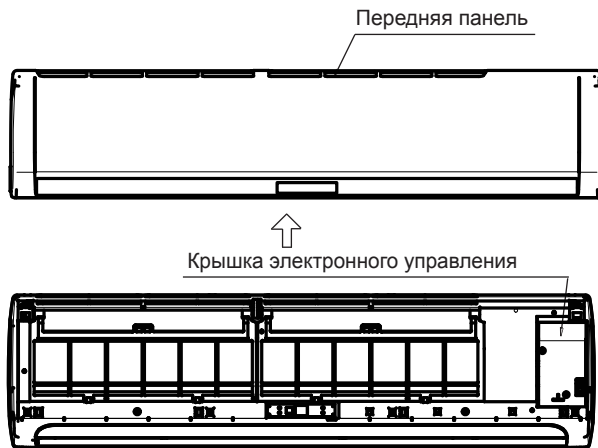

Рис. 7-2
- 1 Снимите переднюю панель и крышку дисплея. (см. рис. 7-2).